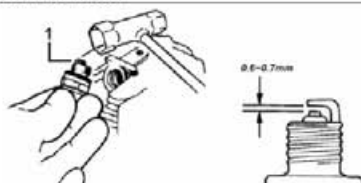

Fig.E20
- Retirer et nettoyer la bougie (Fig.E20)